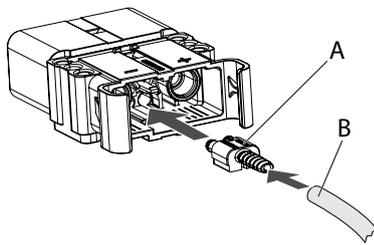

Abb. 18:
1. Den Luftschlauch (**Abb. 18/B**) bis zum Anschlag fest auf die Luftdurchführung (**Abb. 18/A**) aufstecken.